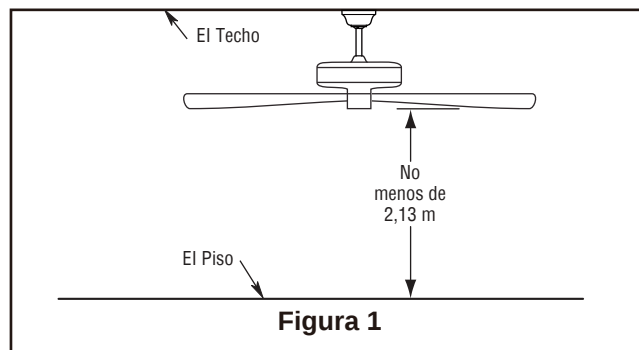

Figura 1
1. Extraiga la pieza de la bola colgante de la unidad de la bola colgante / varilla aflojando el tornillo de presión de la bola colgante hasta que la bola se libere de la varilla. Retire el pasador del barral y luego extraiga la semiesfera. Conserve el pasador y la semiesfera para su reinstalación en el Paso 4 (Figura 1).
Debe colgar el ventilador a una distancia mínima de 2,13 m desde las aspas hasta el piso. (Figura. 1)